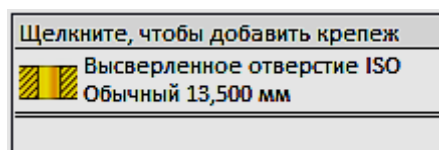

Рис. 3.80. Поле ввода новых компонентов
8. В окне ввода новых компонентов болтового соединения щелкните на кнопке «Щелкните, чтобы добавить крепеж» (рис. 3.80).